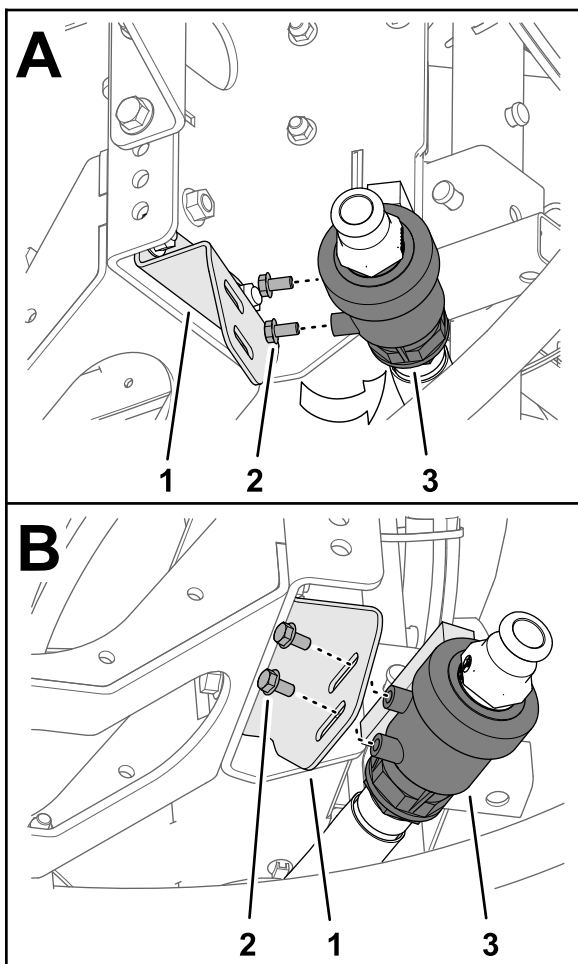

図 14
3. ドレンバルブのケースから、フランジヘッドボルト5/16 x 5/8"2本を外す 図 14。